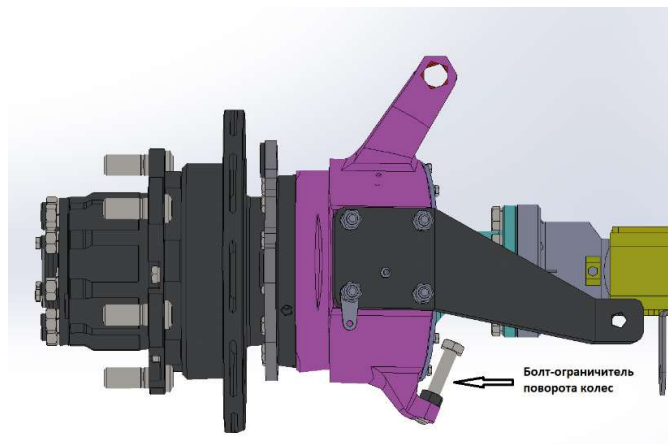

Рис. 11.35 Болт-ограничитель поворота колёс
3. Отрегулировать углы поворота колес **1-го моста** ограничительными болтами на поворотных кулаках (рис. 11.35). **Кратчайшее расстояние** сзади балки моста от шины колеса до рессоры должно составлять  $90 \pm 3$  мм.